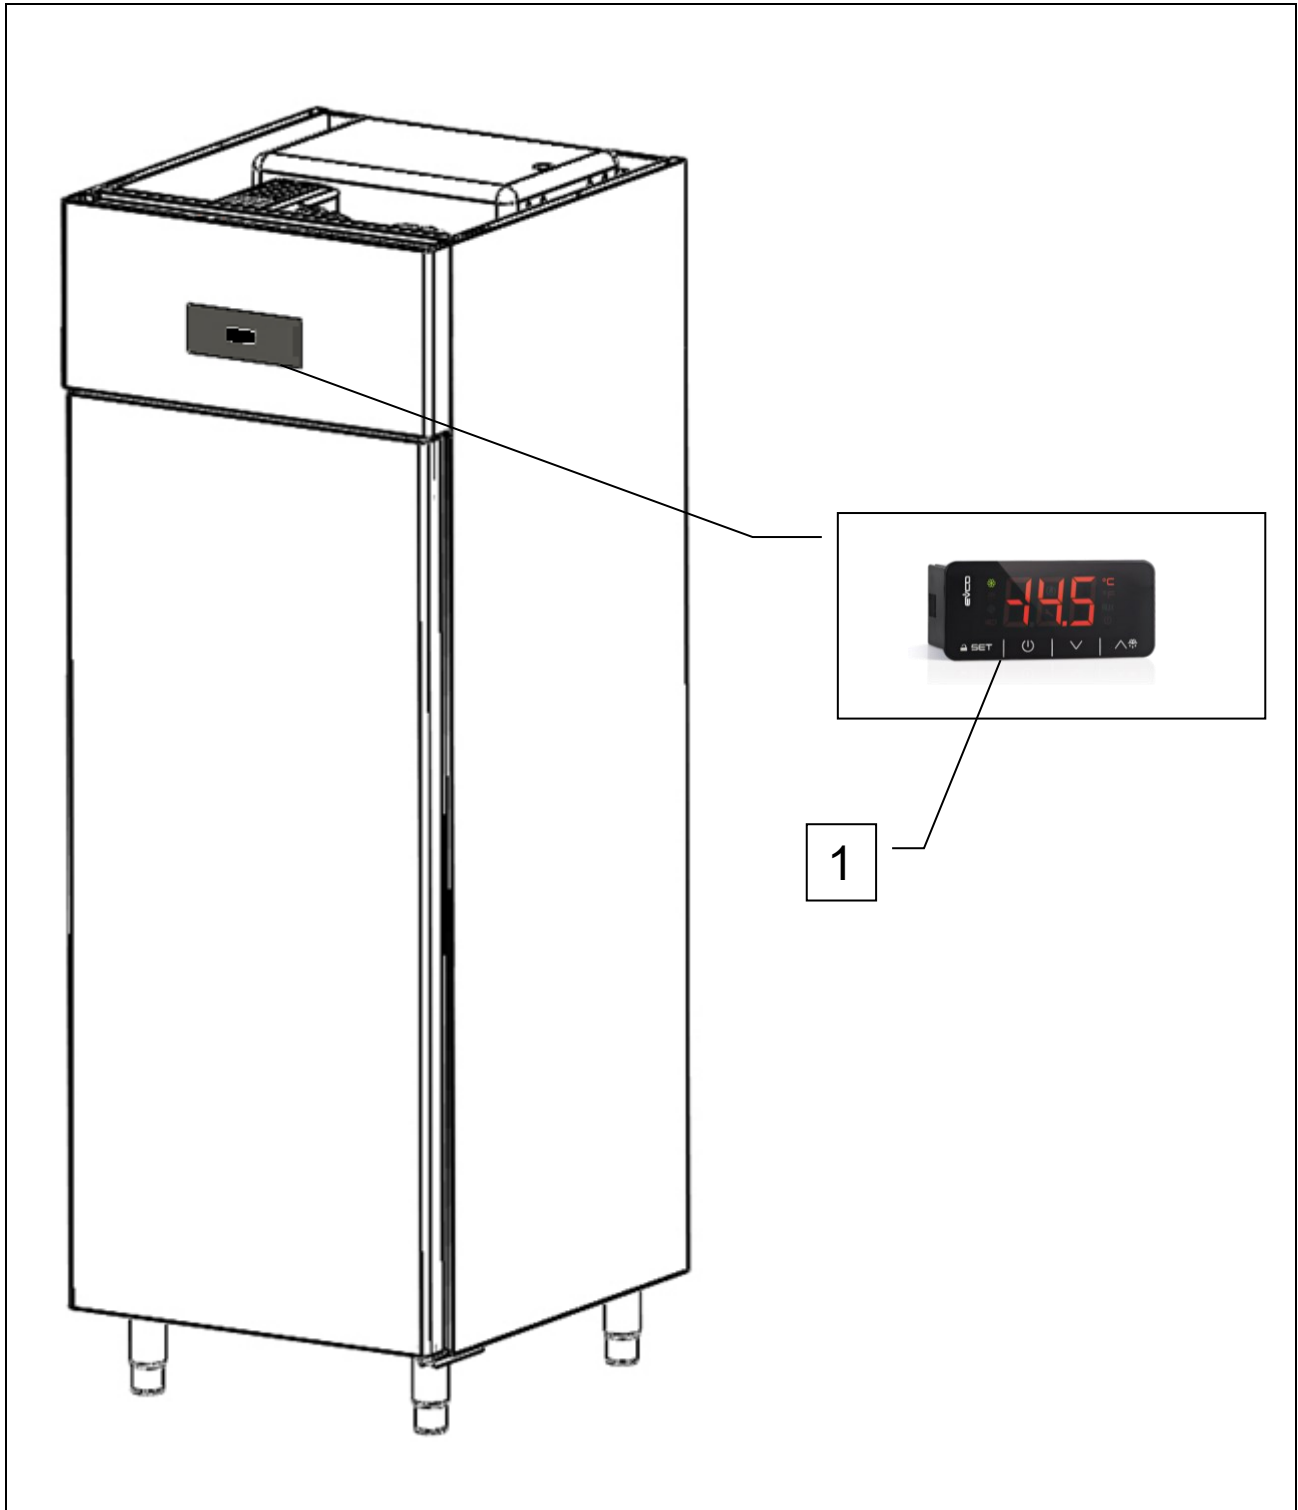

Fig. 3
(réf. 1 fig. 3). Quel que soit l'état dans lequel se trouve l'appareil, la pression de la touche pendant 3sec
- Unité réfrigérante monobloc (ref. 1, fig. 3);
- Panneau de commande (ref. 2, fig. 3)